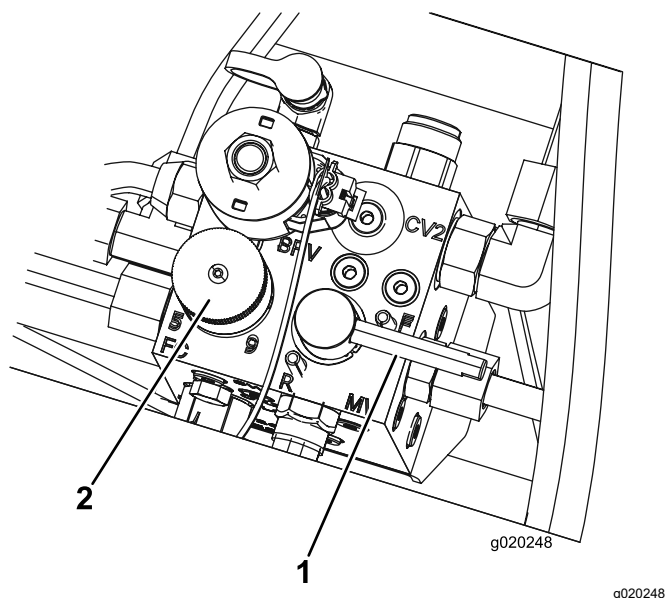

Figure 101
3. Amenez le levier de rodage à la position F (tonte) (Figure 101).